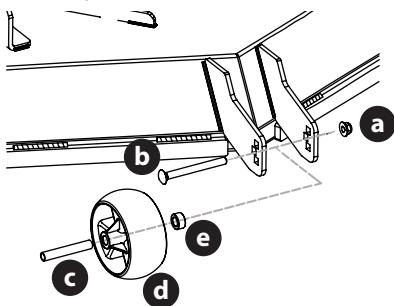

Figure 16
- Retirez l'écrou autobloquant (a) qui sert à retenir la roue antidégazonnement avant au plateau de coupe. Enlevez la vis à épaulement (b), l'entretoise (c) et la bague (e) pour retirer la roue (d) (Figure 16).